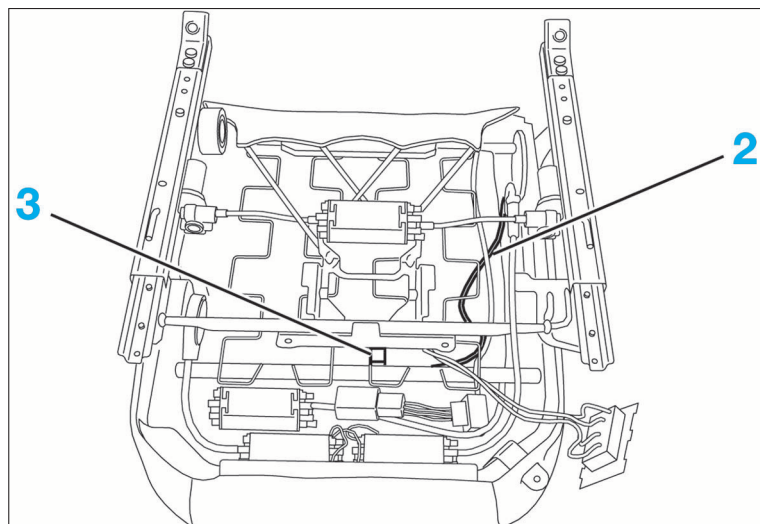

FIG. 10
- Débrider le faisceau (2) de l'armature.
- Débrider le faisceau (2) (Fig.10) sous l'assise.
- Débrancher le connecteur (3).